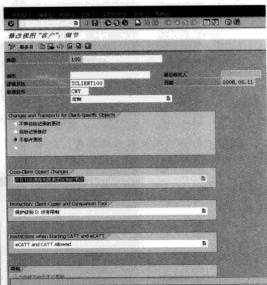

图 4-18 修改集团参数
STEP 2 单击“”按钮, 可在显示/修改界面中进行切换。鼠标双击选择某个集团 (CLIENT), 进入到集团参数修改界面, 如图 4-18 所示。